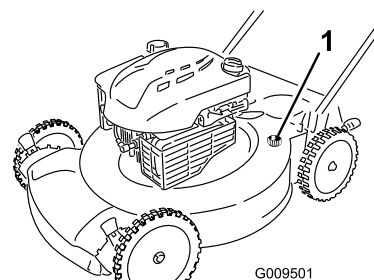

Figura 26
4. Introduzca una manguera de jardín conectada a un grifo en el orificio de lavado de la carcasa del cortacésped (Figura 26).